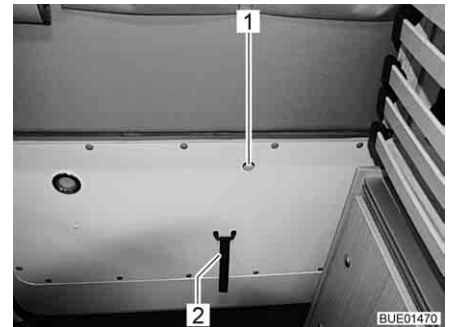

Fig. 33 Déverrouillage du portillon arrière, intérieur
- Tirer le petit levier dans l'ouverture (Fig. 33,1) du doigt vers le haut et pousser simultanément le portillon arrière.
- Saisir le bord du portillon arrière ou la boucle (Fig. 33,2) et fermer le portillon.